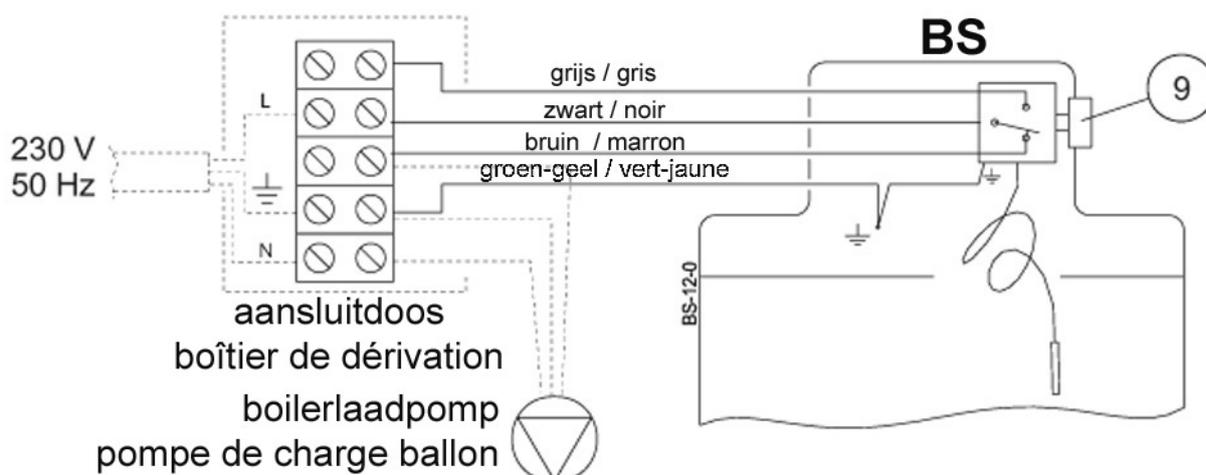

Fig. 7
#### 6.2.1 Ketel met boilerlaadpomp en zonder elektronische regeling via NTC (fig. 7)
- ▶ De thermostaat (9) start de boilerlaadpomp die de warmtewisselaar van de boiler voedt bij warmtevraag sanitair.
- ▶ Sluit de boilerlaadpomp aan zoals aangeduid in fig. 7.
#### 6.2.1 Chaudière avec pompe de charge ballon et sans réglage électronique via CTN (fig. 7)
- ▶ Le thermostat (9) met en service la pompe de charge ballon qui alimente l'échangeur du ballon en cas de demande sanitaire.
- ▶ Raccorder la pompe de charge ballon comme indiqué à la fig. 7.
De thermostaat (fig. 7 – nr. 9) is niet actief.
Le thermostat (fig. 7 – n°. 9) n'est pas actif.